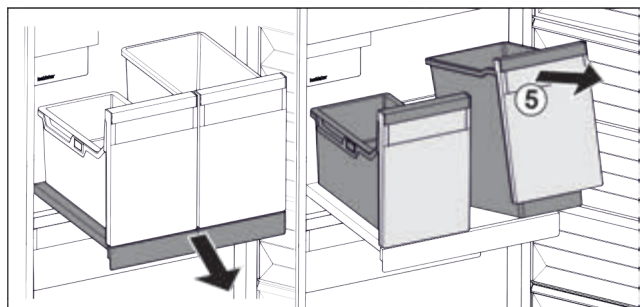

Fig. 89
- ▶ Підняти резервуар Fig. 89 (5) спереду.